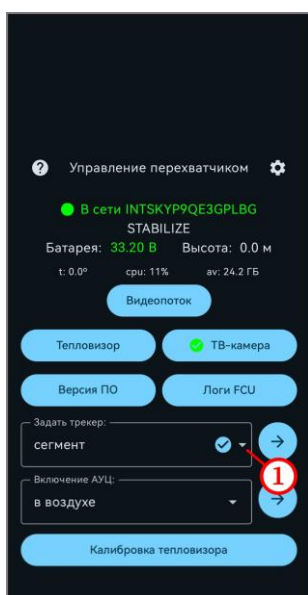

Рисунок 19
- в поле «Задать трекер:» нажать на кнопку  (рисунок 19, шаг 1);